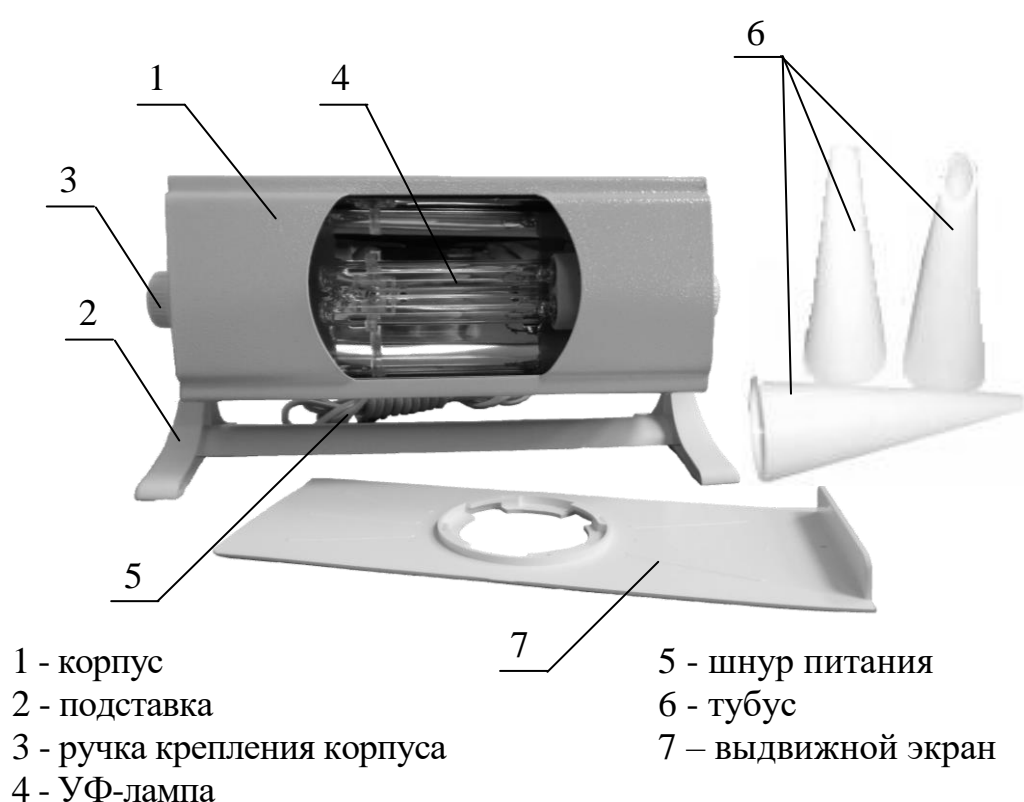

Рисунок 1- Внешний вид облучателя ОУФд-01
5.1 Облучатель ультрафиолетовый конструктивно выполнен в сборном пластмассовом корпусе, в котором устанавливается УФ-лампа (рисунок 1). Корпус облучателя устанавливается на подставке.